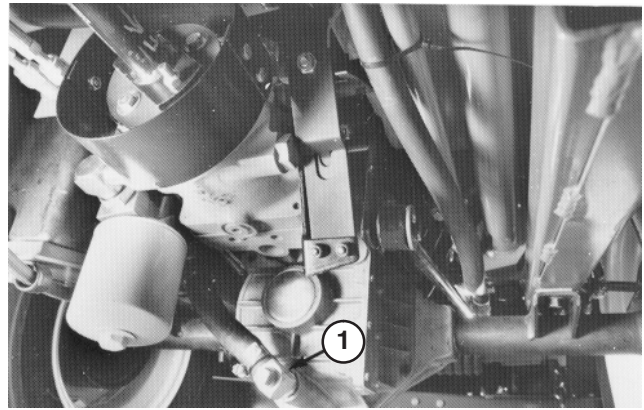
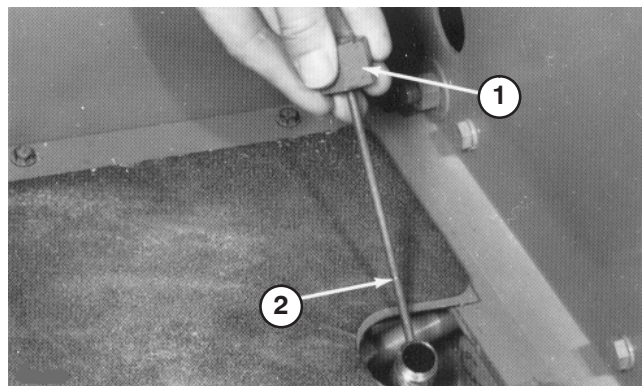

Bild 73
Bild 74
4. Nehmen Sie die Ablassschraube vom Ablass zwischen dem Achsgehäuse und Ölfilter ab und lassen Sie das Öl in eine Auffangwanne ablaufen (Bild 73).
6. Setzen Sie die Ablassschraube in den Ablass zwischen dem Achsgehäuse und dem Filter ein (Bild 73).
7. Nehmen Sie den Ölpeilstab aus dem Achsenfüllstutzen (Bild 74) und füllen Sie die Achse bis zum richtigen Ölstand mit dem richtigen Hydrauliköl, siehe Tabelle oben.
9. Lassen Sie die Maschine für zwei Minuten stehen, nehmen Sie dann den Peilstab heraus und prüfen Sie den Ölstand in der Achse (Bild 74). Wenn der Ölstand niedrig ist, füllen Sie Öl auf, bis der Stand an die Kerbe am Peilstab liegt (Bild 74). Wenn der Stand zu hoch ist, nehmen Sie die Ablassschraube ab (Bild 73) und lassen Sie Öl ablaufen, bis der Stand an der Kerbe am Peilstab liegt.